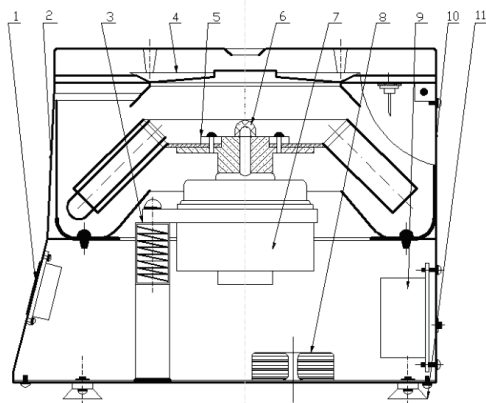

Рисунок 1 - Центрифуга ПЭ-6910
6.1. Центрифуга ПЭ-6910 выполнена в виде моноблока в корпусе из высокопрочного пластика (Рисунок 1). В передней части устройства расположена панель управления. На правой стенке внизу расположен сетевой выключатель. В верхней части находится откидная крышка, через которую производится загрузка и выгрузка образцов, справа сверху расположен механический фиксатор крышки. На задней стенке устройства расположены разъём для присоединения сетевого шнура и ко-
- 7.2. Убедиться, что ротор надёжно закреплён на оси двигателя центрифуги с помощью гайки 6 (Рисунок 1).